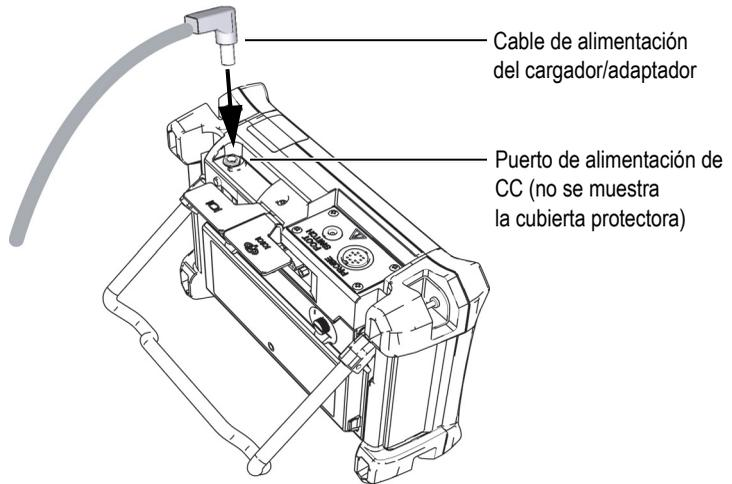

Figura 1-9 Conexiones de la toma de alimentación de CC
3. Conecte el cable de salida de CC del cargador/adaptador al puerto de alimentación de CC ubicado en la parte superior del Magna-Mike 8600. Ver la Figura 1-9 en la página 35.